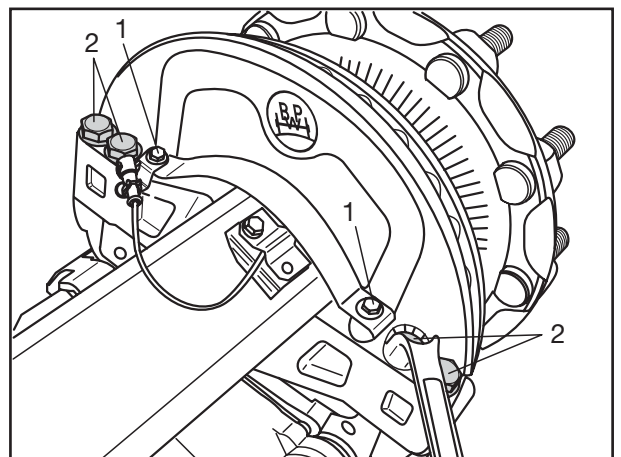

Fig. 3
- [9] Befestigungsschrauben (Fig. 3/2) herauschrauben und die Bremse komplett vom Bremsträger abnehmen, ggf. vorher das Bremsabdeckblech durch Lösen der beiden Befestigungsschrauben (Fig. 3/1) abnehmen.
- [9] Unscrew and remove the mounting bolts (Fig. 3/2) and completely remove the brake from the brake anchor plate. If necessary, remove the brake cover plate first by undoing the two mounting bolts (Fig. 3/1).
- [9] Extraire les vis de fixation (Fig. 3/2) et retirer le frein complet de son support ; le cas échéant, enlever la tôle de couverture du frein en desserrant les deux vis de fixation (Fig. 3/1).